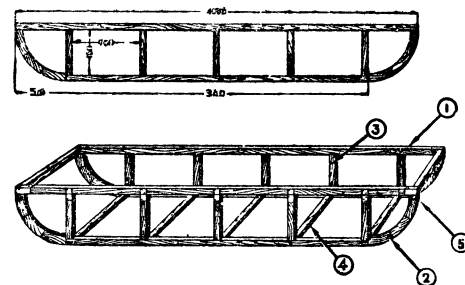
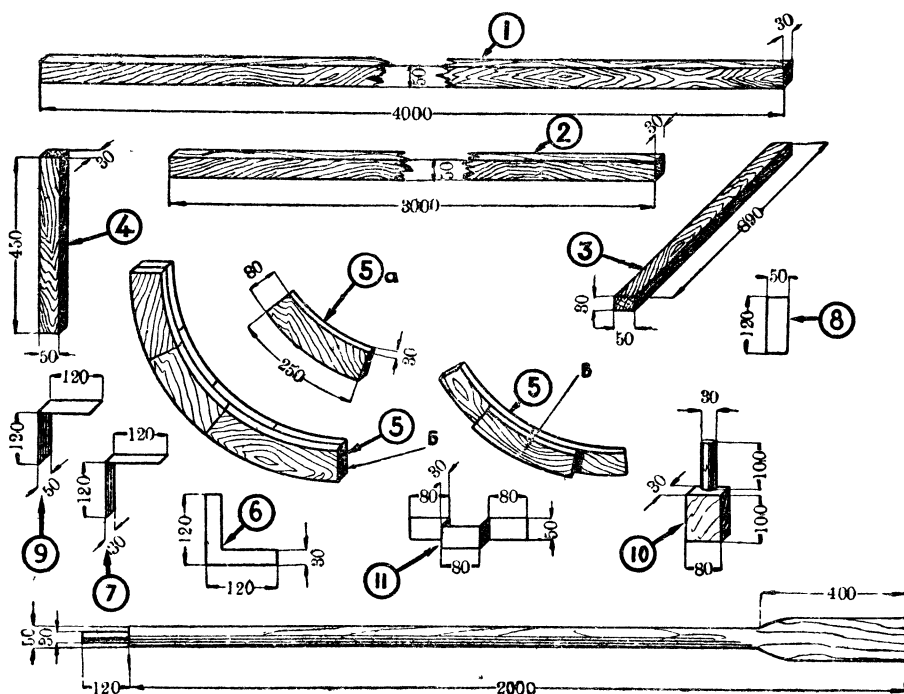

Рис. 2.
Рис. 3.
Когда все части корпуса готовы, можно приступить к его сборке. Сначала сбиваются 2 половинки корпуса (рис. 2 (1 и 2)), а затем уже они соединяются между собой рейками (рис. 2 (3, 4)).
Корпус лодки делается из сосновых реек (рис. 2). Из доски изготавливаются планки с поперечным сечением 50×30 мм. и длиной, указанной на рис. 3. Планки должны быть такие: 2 планки длиной в 4 000 мм. (рис. 3 (1)), 2 планки длиной в 3 000 мм. (рис. 3 (2)), 7 планок длиной в 890 мм (рис. 3 (3)) и 10 планок длиной в 450 мм. (рис. 3 (4)).
Кроме того из 25-миллиметрового теса делаются дуги для закругления на носу и корме (рис. 3 (5)). Для этого берут 3 доски и складывают их в виде щитка; затем циркулем вычерчивают дугу с таким расчетом, чтобы ее ширина была 80 мм.
Из кровельного железа изготавливаются угольники и пластинки (рис. 3 (6)—4 шт., (7)—40 шт., (8)—10 шт., (9)—20 шт.). Этими угольниками и скрепляется корпус лодки. Когда корпус отделан окончательно, он обшивается фанерой. Затем закрепляются уключины (рис. 3 (10)), скамейки, делаются люки, мостики из тонких досок, чтобы не продавить дно.
Весла вытесываются топором из березовых или сосновых досок по размерам, указанным на рис. 3.